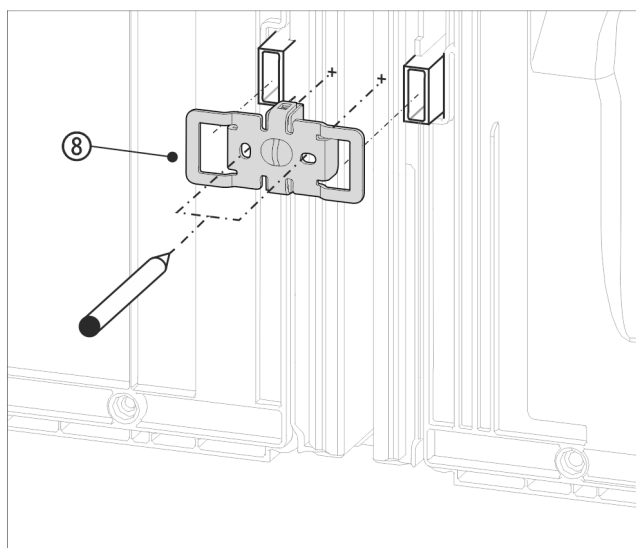

Fig. 16 Reprezentare exemplificativă
- ▶ Împingeți vinclul Fig. 16 (8) cu degajările peste locașul pentru distanțierul de perete.